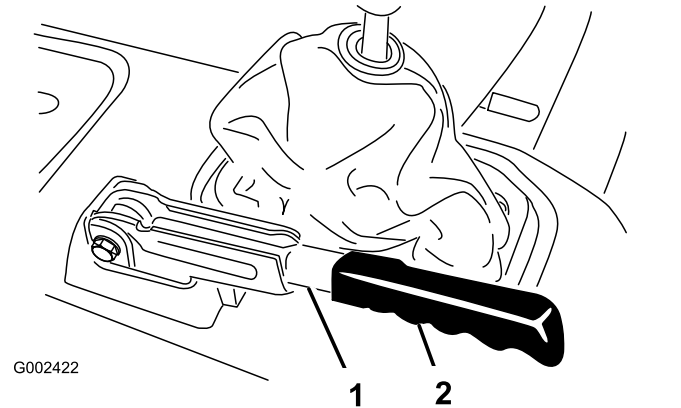

Bild 63
1. Nehmen Sie den Gummigriff vom Feststellbremshebel ab (Bild 63).